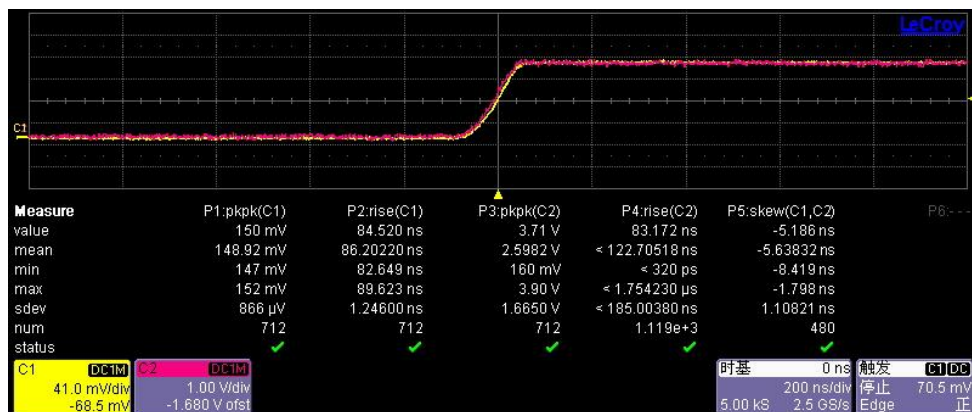

图 3: HCP8000 系列 & DP6000 系列测量 Skew 时间
- ✧ 使用示波器 CH1 和 CH2 之间的 Skew 功能，测量 Skew 时间，如下图 3 所示。